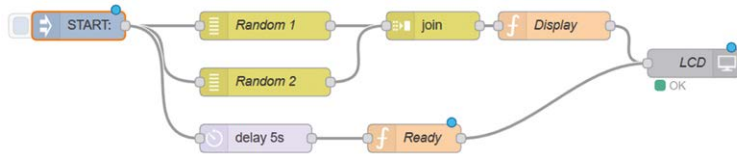

Figure 6.14 Programme de flux du projet
Programme de flux Node-RED : La figure 6.14 montre le programme de flux qui se compose de 8 nœuds : **injecter** nœud pour commencer à générer deux nombres aléatoires, 2 **aléatoire** nœuds pour générer deux nombres aléatoires entre 1 et 6 **rejoindre** nœud pour joindre les deux nombres générés, un **fonction** nœud pour formater les nombres à afficher sur l'écran LCD, un **retard** Node pour générer un délai de 5 secondes afin que le message Ready puisse être affiché après 5 secondes, et **fonction** nœud qui affiche réellement le message **Prêt**.
- Rejoindre tous les nœuds comme indiqué sur la figure 6.14 et cliquer **Déployer**.